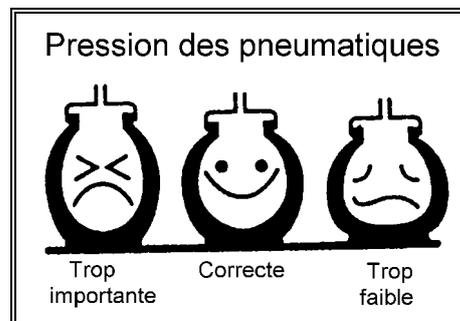

Figure 26
Vérifiez la pression du pneumatique (figure 26). Une pression trop basse rend le pneumatique fragile et sensible à l'usure, une pression trop élevée le rend sensible aux coupures. Consultez le tableau ci-dessous qui vous indique la pression des pneumatiques suivant leurs dimensions.
- Vérifiez la pression du pneumatique (figure 26, page 25). Une pression trop basse rend le pneumatique fragile et sensible à l'usure, une pression trop élevée le rend sensible aux coupures.